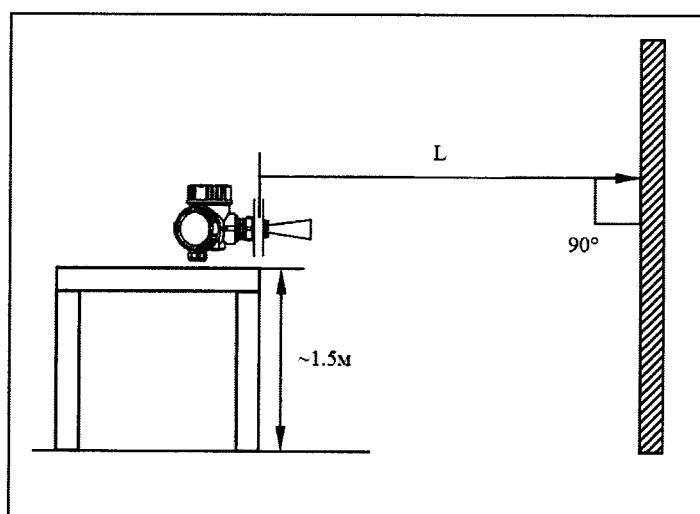

Рисунок 1 – Проверка с демонтажем
7.4.2.2 При поверке с демонтажем уровнемера в качестве имитатора уровня продукта используют ровную поверхность стены (экрана), в которую направляют antennу уровнемера (см. рис. 1). Плоскость стены (экрана) должна быть строго перпендикулярна оси антенны (допуск не более  $\pm 1^\circ$ ). Расстояние между осью антенны уровнемера и различными препятствиями (металлическими предметами, железобетонными конструкциями и т.п.) должно составлять не менее 2 м.